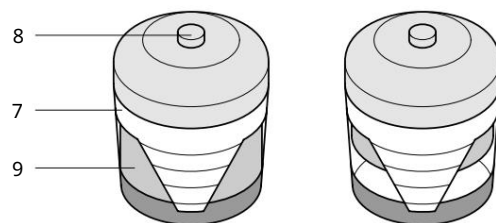

Fig. 5.3 Indicator de vid
2. Scoateți elementul (4) din carcasă (5).
5. Resetați indicatorul de vid (Fig. 5.3).